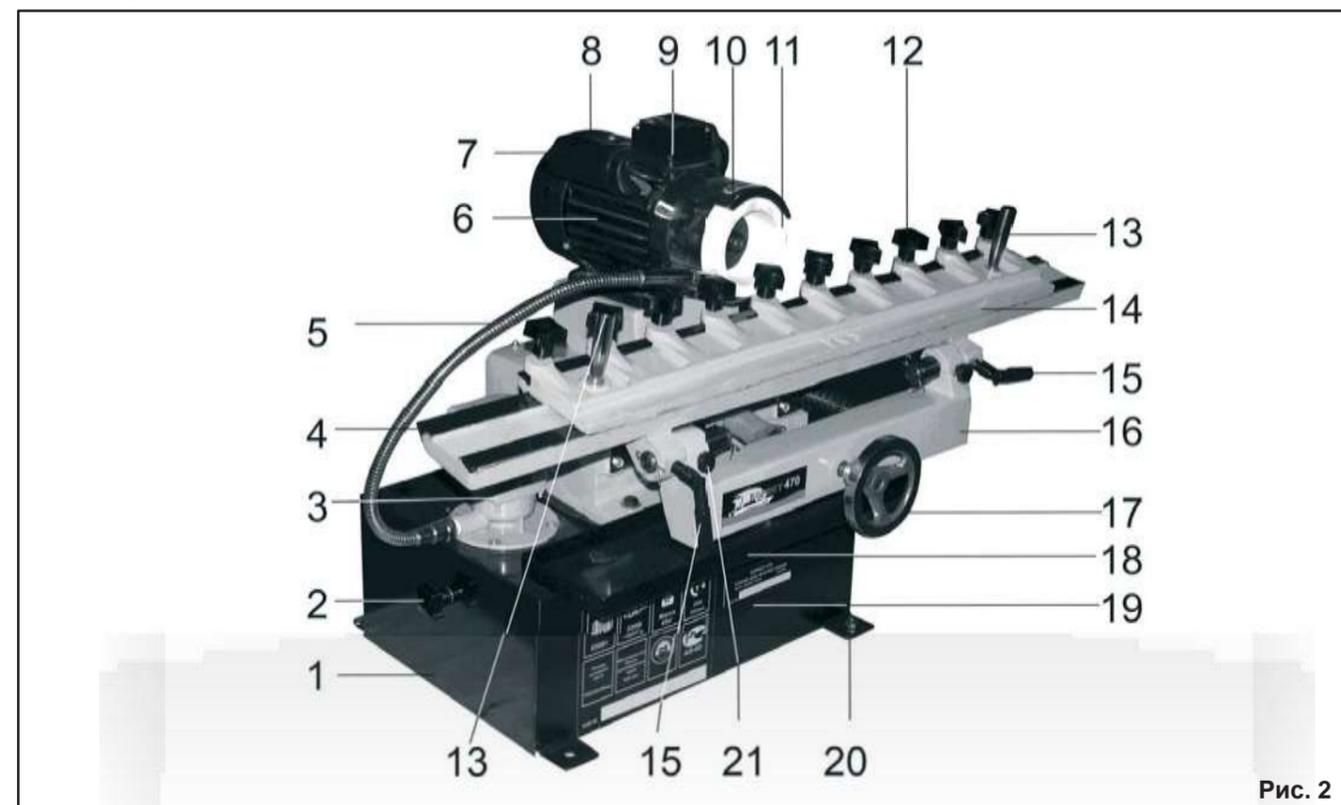

Рис. 2
7.1. Машина состоит из следующих сборочных единиц и деталей (Рис. 2)
8.1. Монтаж машины (Рис. 2)
8.2. Установка электродвигателя (Рис. 2, 3, 4, 5)
8.2.2. С клемной коробки (9), Рис. 2, снимите крышку (25). Как показано на Рис. 3, на электрическом проводе (21) установите гайку (22) и втулку (23).
8.3. Установка подвижного рабочего стола (Рис. 2, 7)
9.1. Регулировка перед началом работы (Рис. 2, 7)